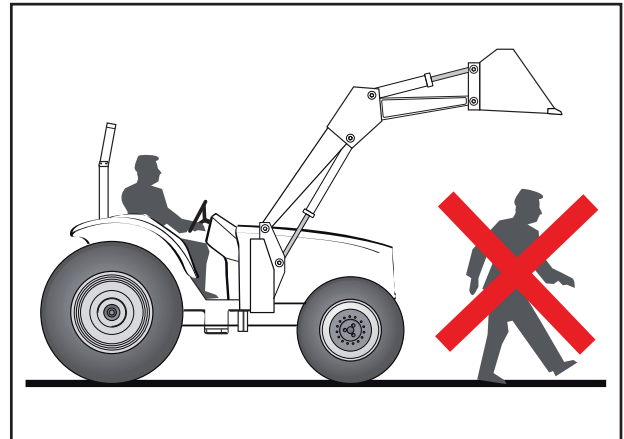

Рис. 14
- Не разрешайте людям находиться в рабочей зоне. НЕ позволяйте другим людям стоять или проходить под поднятым навесным оборудованием (рис. 14).